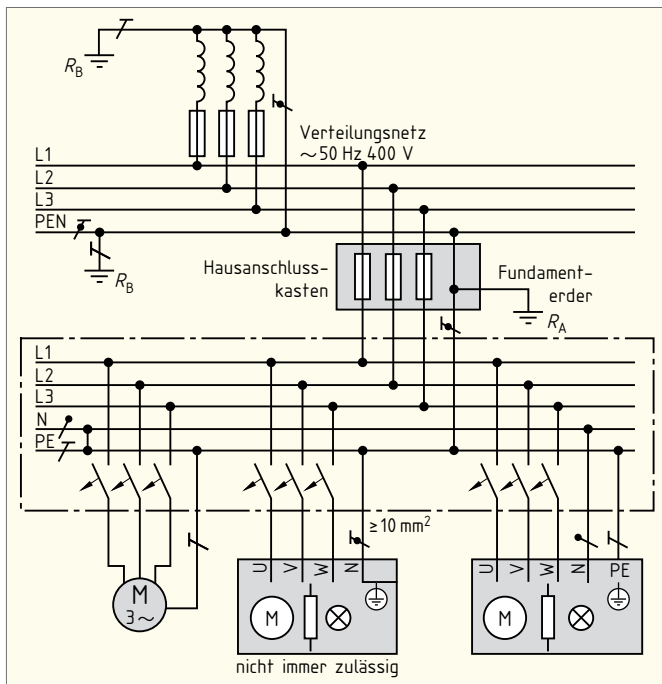

Bild 2: Schutz durch Abschaltung mittels Überstrom-Schutzeinrichtungen im TN-System
- Schutz durch Abschaltung mittels Überstrom-Schutzeinrichtungen (► Bild 2),